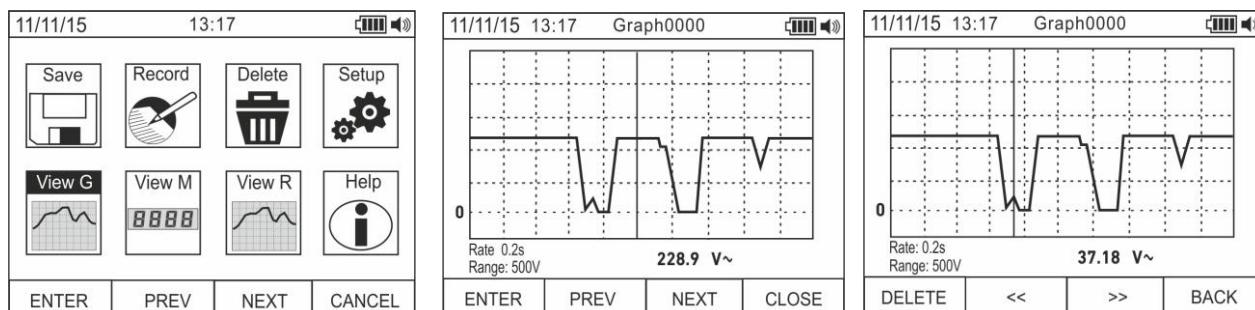

Fig. 18: Apresentação dos gráficos no display
27. Usar os botões **F2** ou **F3** para selecionar o ícone “Ver G” e premir o botão **F1** (ver Fig. 18 – parte esquerda).
28. Usar os botões **F2 (ANTERIOR(PREC))** ou **F3 (SEGUINTE(SUCC))** para selecionar o gráfico pretendido entre os guardados na memória do instrumento e premir o botão **F1 (ENTER)** para abrir o gráfico (ver Fig. 18 – parte central).
29. Usar os botões **F2 (<<)** ou **F3 (>>)** para mover nas duas direções o cursor presente no interior do gráfico observando o correspondente valor na parte inferior do display (ver Fig. 18 – parte direita).